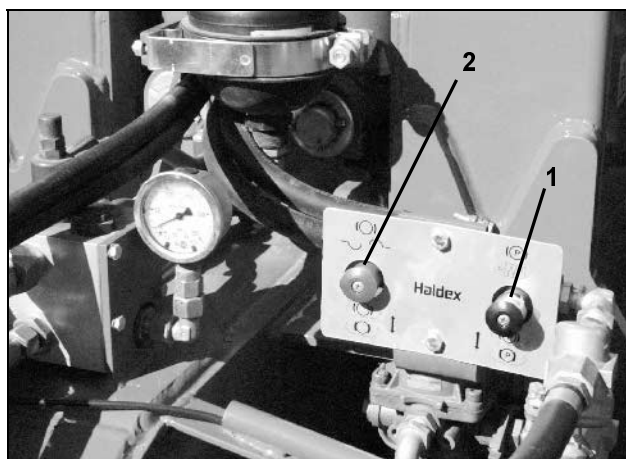

Fig. 14
- Parkeringsbremse (sort knap) løsnes (Fig. 14/1).
- Den røde knap (Fig. 14/2) anvendes til at løsne bremsen når bremseslangerne ikke er koblet til (rangering).